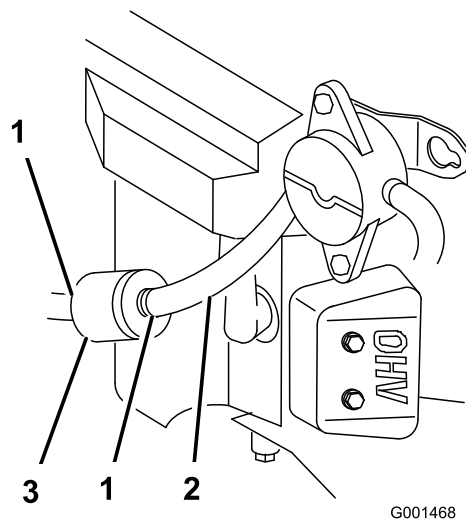

Figura 50
2. Pulite attorno al tappo del carburante per evitare che i detriti finiscano nel serbatoio del carburante (Figura 50).
4. Premete le estremità delle fascette stringitubo ed allontanatele dal filtro (Figura 50).